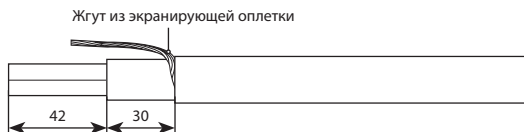

Рис. 2
4.1.2. Расплести экранирующую оплетку и скрутить ее в «жгут». Разрезать ножом и снять изоляцию с нагревательного кабеля, оставив 30 мм (см. рис. 2).